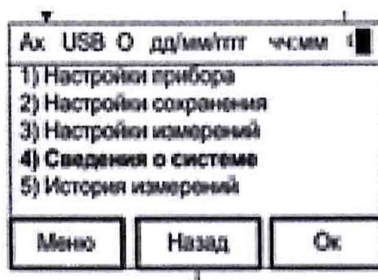

Рисунок 2
8.2.5 Нажать кнопку «Меню» () и в появившемся окне кнопками  выбрать «Сведения о системе» (рисунок 2) и нажать «ОК» ().